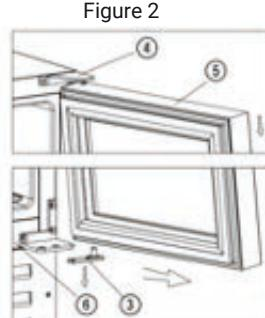

Figure 2
- Tirez sur la porte^③ vers l'extérieur lentement [suivez le sens de la flèche de la figure 2] pour retirer la charnière inférieure^② et continuez à tirer la porte^③ vers le bas lentement jusqu'à ce qu'elle se détache de la charnière supérieure droite^④ et retirez la plaque de la charnière inférieure^⑤ du trou de l'axe de la porte. [Figure 2].